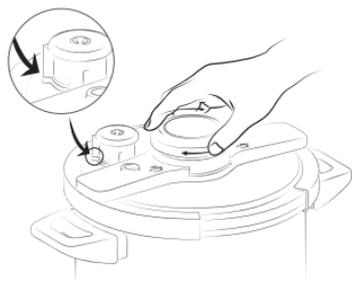

Fig.05
**2.** Após despressurização, abra a panela, rodando no sentido dos ponteiros do relógio. **(Fig.05)**
- **Válvula de regulação:** retire o botão selector, colocando-o na posição, como na **Fig. 05** e passe por água corrente. Recoloque o botão e verifique se ficou bem colocado. Este deve deslocar-se sem dificuldade.